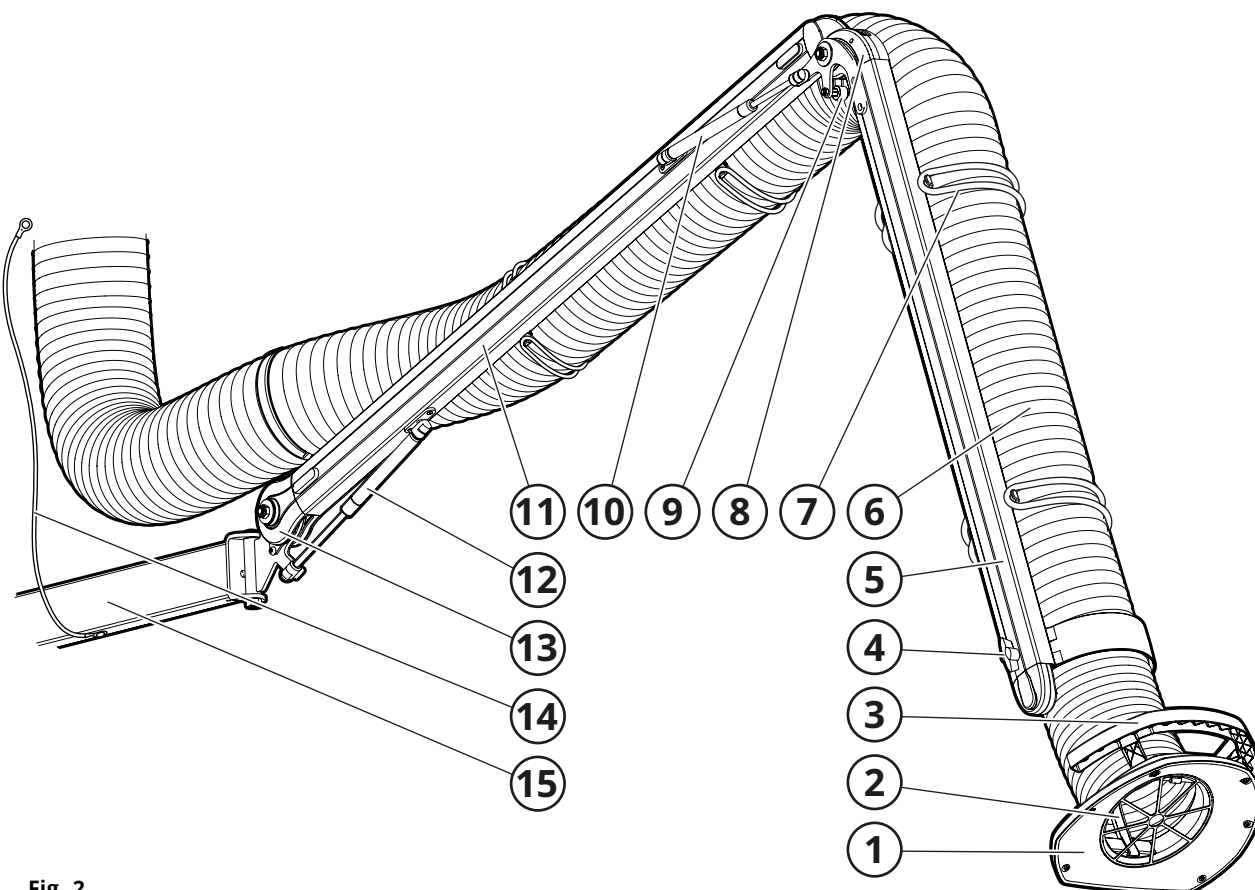

Fig. 2
Consulte la **Fig. 2**.
El extractor local está montado en un soporte de pared (15, **Fig. 2**) de serie y cuenta con brazos de apoyo colocados hacia fuera (5, 11). En las articulaciones (8, 13) hay muelles de gas (10, 12) que equilibran el propio peso del brazo. La resistencia del brazo está regulada en cada articulación. La cubierta (1) está diseñada para la máxima eficiencia de succión y es perfecta para interceptar del gas y el polvo, y tiene una manija (3) para una fácil operación. Un regulador (4) en la fijación de la cubierta regula el flujo de aire. La articulación de la cubierta (2) tiene una flexibilidad de 180+180°. La manguera (4) está montada en el brazo en el soporte de la manguera (7).